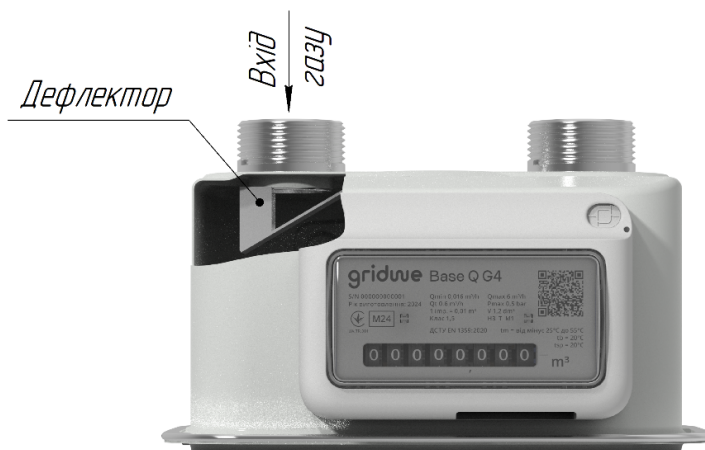

Рисунок 4 – Схема розміщення дефлектора
4.11. На входному патрубку, всередині корпусу з вимірювальним механізмом, для захисту від забруднення робочих поверхонь клапанів і гнізда клапана (золотникової пари) брудом, пилом та іншими домішками, а також захисту від можливих несанкціонованих втручань, в тому числі прихованих, в конструкції лічильників без вбудованого пристрою перетворювання температури, встановлений дефлектор (Рисунок 4).